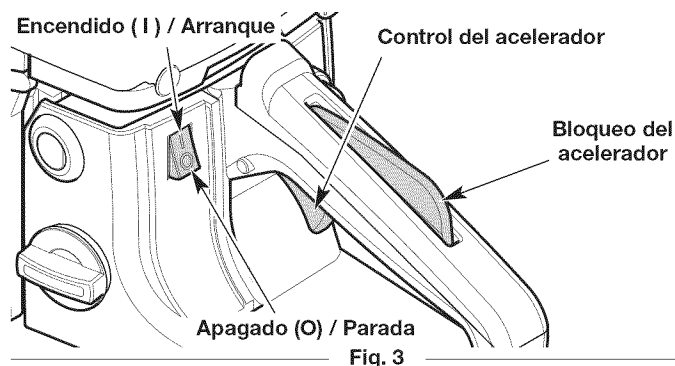

Fig. 3
5. Mueva el interruptor de encendido/apagado a la posición **On** (encendido) (Fig. 3).
NOTA: **NO** toque el control del acelerador hasta el paso 14 (Fig. 3).
8. **NO** toque el control del acelerador (Fig. 3). Coloque la unidad sobre una superficie plana y nivelada. Despeje el área de cualquier objeto que podría entrar en contacto con la cadena de la sierra.
2. Mueva el interruptor de encendido/apagado a la posición **Off** (apagado) (Fig. 3). Espere a que la cadena de la sierra se haya detenido completamente.